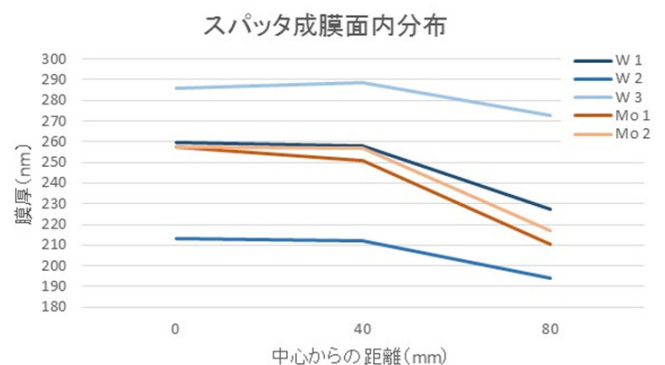

Fig. 1 Distribution of deposited film thickness.
- (1) 成膜位置と膜厚の結果はそれぞれグラフのようになった (Fig. 1)。
- (2) 中心から 40 mm の位置に対し、80 mm のところでは膜厚が 12 % 程度薄いことがわかった。
- (3) 今回の実験で再外周部分では膜厚変動があることがおおよそわかった
- (4) 次回は 8 インチウエハを成膜し、面内傾向を詳細に調査する。その際、膜厚測定には微小部蛍光 X 線分析